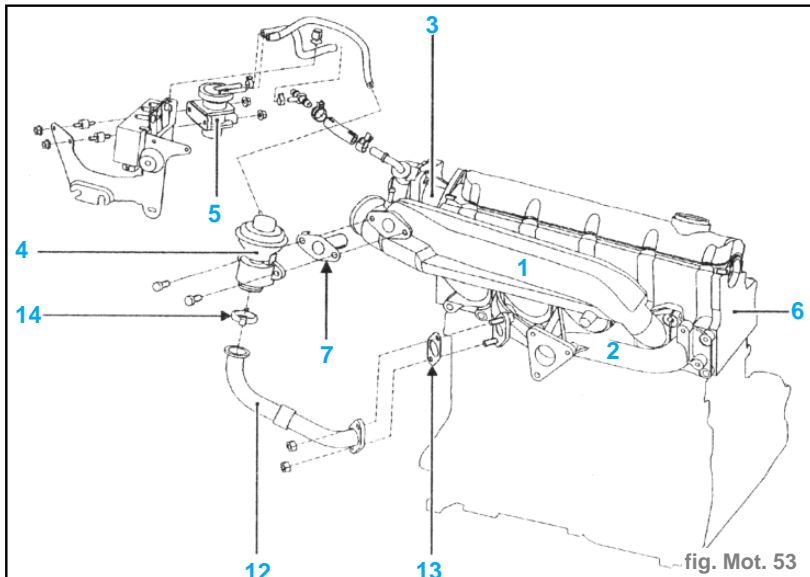

fig. Mot. 53
- Débrancher sur la vanne, le tuyau de prise de dépression entre la capsule (5) et la pompe à vide. (fig. Mot. 53)
- Sous l'électrovanne, déclipser et enlever le collier (14) reliant la canalisation en acier à l'électrovanne EGR.
- Déposer les deux vis de l'électrovanne EGR (5), puis extraire celle-ci.